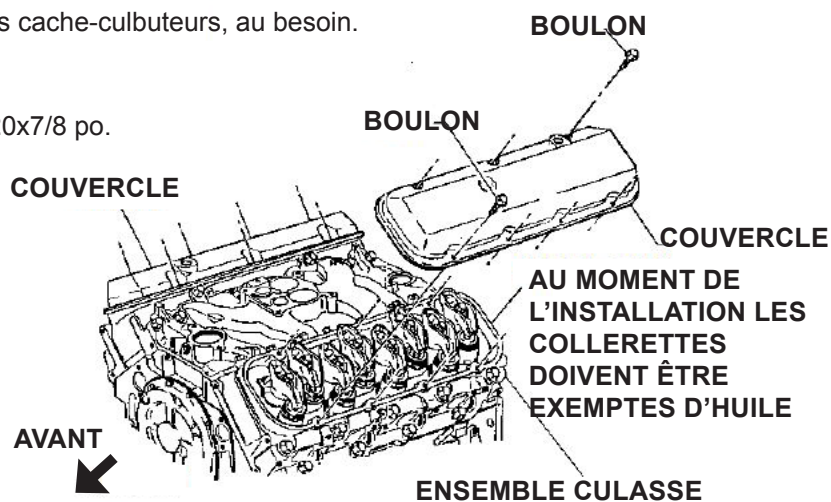

FIGURE 8
6. Serrer les boulons à 70 po-lb. Voir la figure 8.